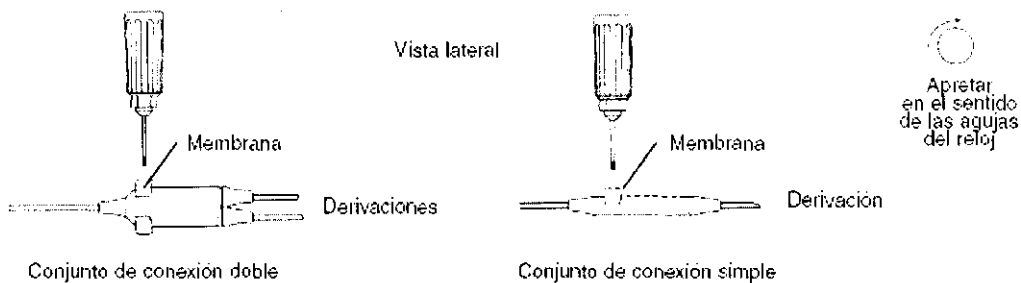

FIGURA 20
4. Después de comprobar que la derivación se ha insertado completamente en el conector, apriete el tornillo de fijación de la membrana con el destornillador para asegurar la derivación. Apriete el tornillo de fijación hasta que oiga un clic en el destornillador (ver Figura 20).